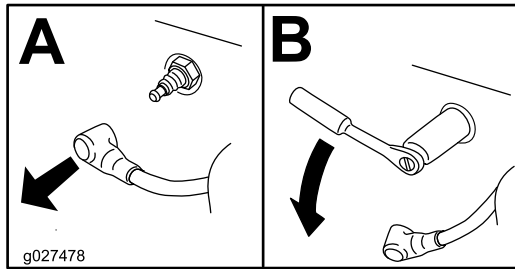

Figure 37
- Déposez la bougie (Figure 37).